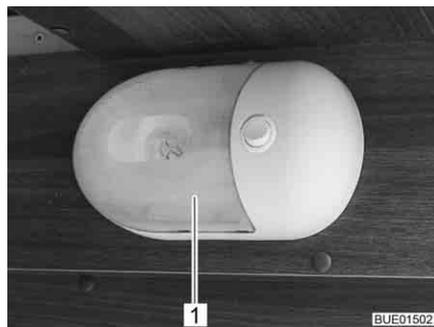

Bild 192 Aufbauleuchte
- Transparente Abdeckung (Bild 192,1) vorsichtig auf beiden Seiten zusammendrücken, leicht vom Schalter wegziehen und nach vorn abnehmen.